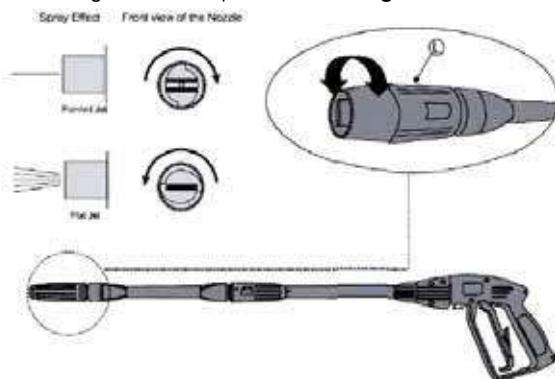

Imagen 3
4. A continuación, encienda el interruptor. **Véase imagen 3**